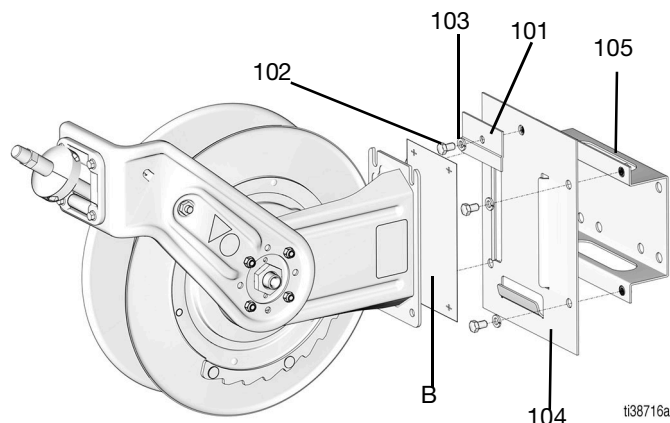

ABB. 13
HINWEIS: Sie können die Sockelplatte (104) an der Wand montieren, um den Schlauchaufroller leichter zu installieren oder zu Wartungszwecken abnehmen zu können (ABB. 13).
- Verwenden Sie für die Montage des Aufrollers direkt an der Wand die mitgelieferte Schablone (B), um die Bohrlöcher anzuordnen (ABB. 13).
- Für die Montage mit Satz 24H193 die Sockelplatte (104) an der Wand montieren, den Schlauchaufroller auf die Sockelplatte (104) schieben, dann die Halteplatte (101), die Unterlegscheibe (103) und die Schraube (102) installieren. Ziehen Sie die Schraube gut fest (ABB. 13).
- Für die Montage mit den Sätzen 24A934-24A939 den Sockel (105) an der Wand montieren, die Sockelplatte (104) an der Schiene (105) montieren, den Schlauchaufroller auf die Sockelplatte (104) schieben, dann die Halteplatte (101), die Unterlegscheibe (103) und die Schraube (102) installieren. Ziehen Sie die Schraube gut fest (ABB. 13).
- Schieben Sie den Schlauchaufroller auf die Sockelplatte (104) und bauen Sie die Halteplatte (101) mit der Sicherungsscheibe (103) und Schraube (102) ein. Ziehen Sie die Schraube gut fest (ABB. 13).